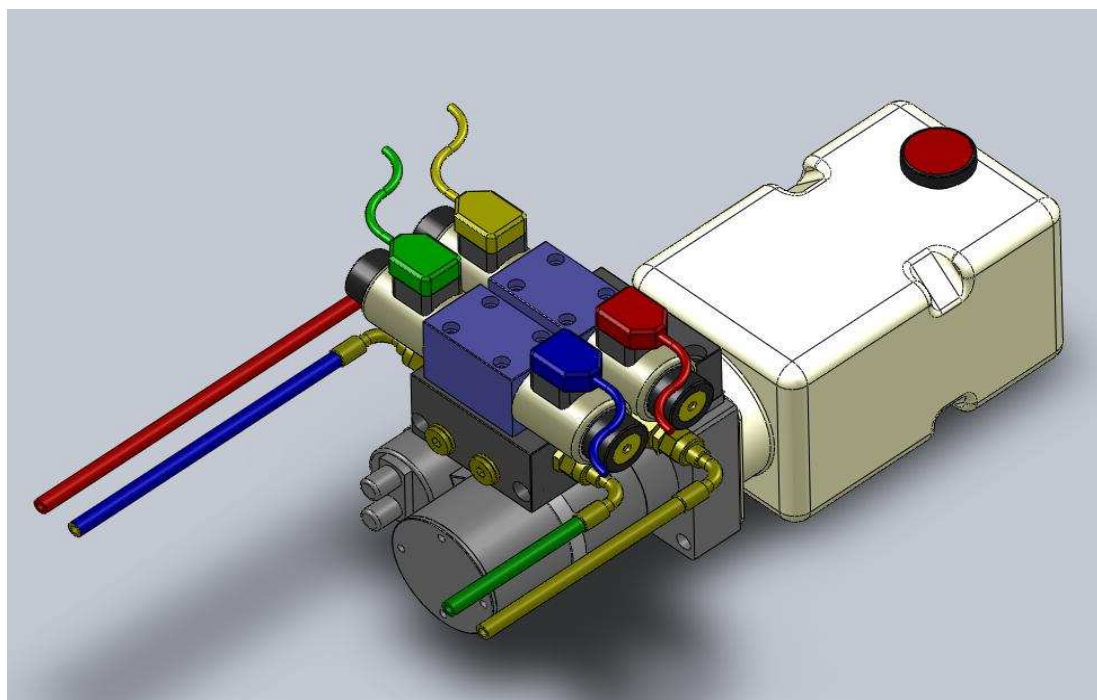

Fig.1
- Eseguire i collegamenti elettrici come indicato in Fig.1